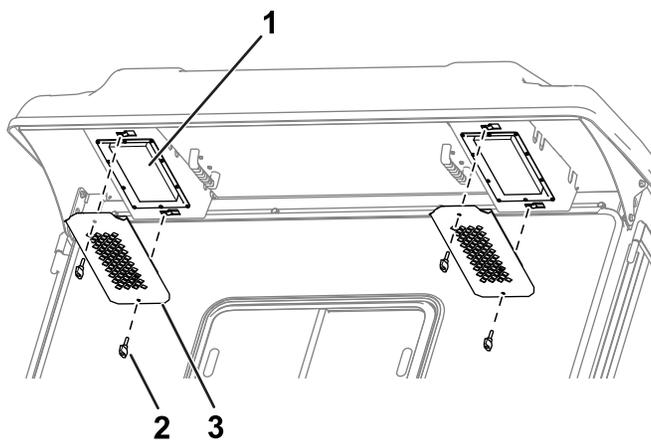

図 87
1. 後方のオーバーハング部からノブと格子を取り外す **図 87**。
4. フィルタをキャブに取り付け、格子とノブで固定する 図 87。